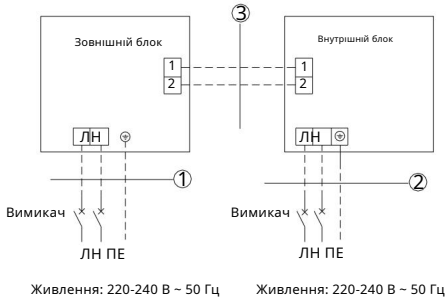

Рис. 4.39
□	Правильно підключіть кабель підключення внутрішнього блоку до відповідних позначок, як показано на рис. 4.39–4.40.